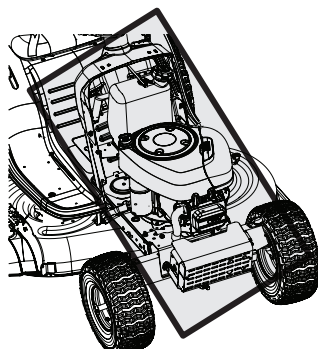

Figure 18
- Nettoyez sous le capot, autour du collecteur d'échappement et des fusibles, le câblage électrique et les faisceaux, le tuyau et le pare-chaaleur du silencieux, les grilles d'entrée d'air du moteur et les ailettes de refroidissement, entre autres (Figure 18).